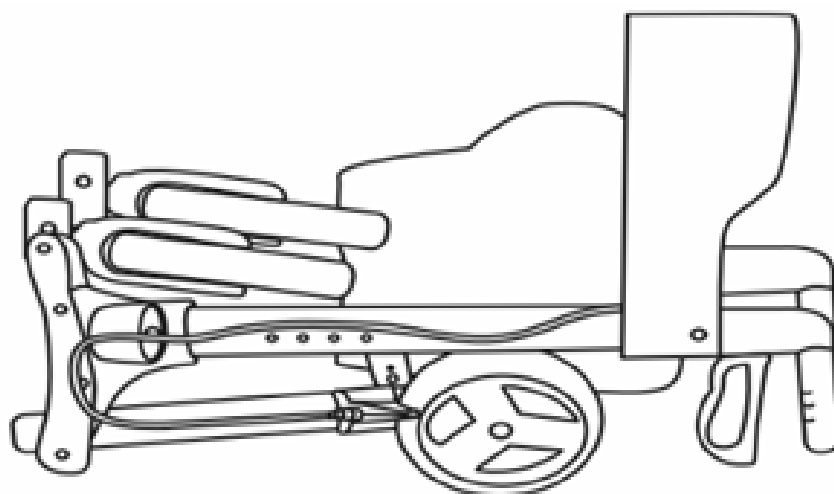

FIGURA 1
PASSO 1: Quando retira o andarilho da caixa, encontra-o completamente dobrado, como mostra a figura 1.